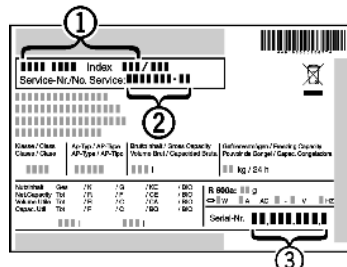

Fig. 24
▶ Consultar a identificação do aparelho Fig. 24 (1), nº de serviço Fig. 24 (2) e nº de série Fig. 24 (3) na placa de características. A placa de características está localizada no interior do aparelho, do lado esquerdo.
- ▶ Informar o serviço de assistência ao cliente e comunicar o tipo de falha, identificação do aparelho Fig. 24 (1), nº de serviço Fig. 24 (2) e nº de série Fig. 24 (3).